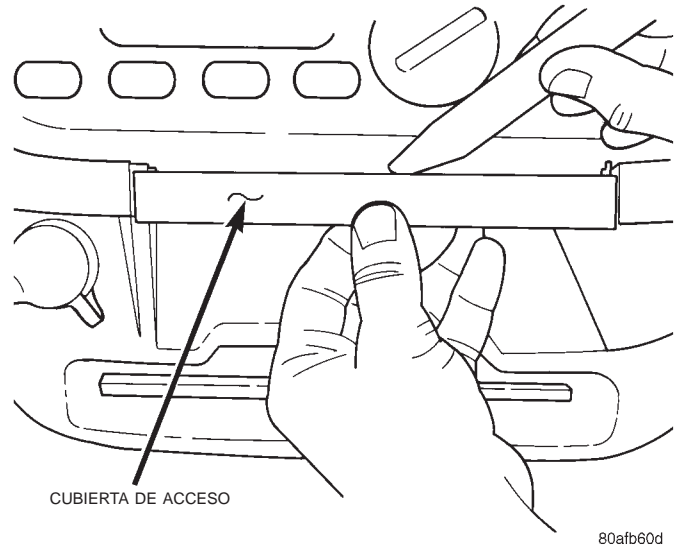
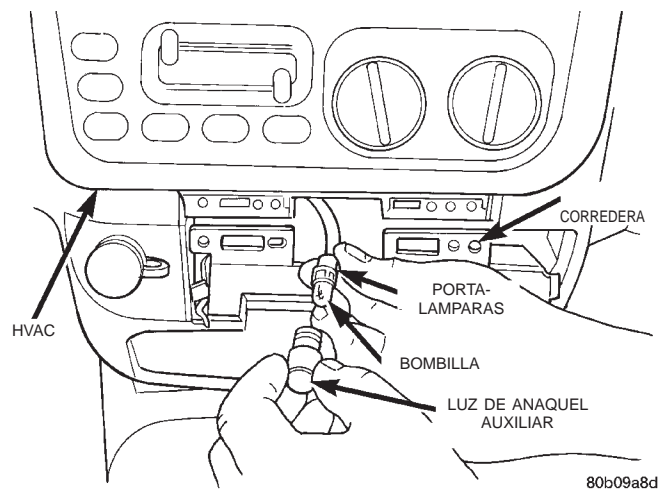

Fig. 6 Cubierta de acceso del anaquel auxiliar
Fig. 7 Bombilla de luz de anaquel auxiliar
(2) Extraiga y retire el anaquel auxiliar - portavasos. Consulte el desmontaje de Anaquel auxiliar - Portavasos en esta sección.
(3) Inserte una varilla de tapicería (herramienta especial n° C-4755) entre la cubierta de acceso y el marco de la radio, encima del anaquel auxiliar - portavasos.
(4) Haciendo palanca con cuidado, separe la cubierta de acceso del tablero de instrumentos (Fig. 6).
(5) Separe la cubierta de acceso del vehículo.
(6) Utilizando unos alicates de punta fina, apriete cuidadosamente las patas metálicas verticales del capote de la lámpara.
(7) Levante el capote de la lámpara, separándolo de la bandeja del portavasos.
(8) Con cuidado, empuje la lámpara y el cableado hacia atrás del tablero de instrumentos (Fig. 7).
(9) Saque el capote de la lámpara del portalámparas.
(10) Saque la bombilla del portalámparas.
(2) Retire la cubierta de acceso a los tornillos de la parte inferior del marco de la radio (Fig. 6).
(3) Retire el marco central.